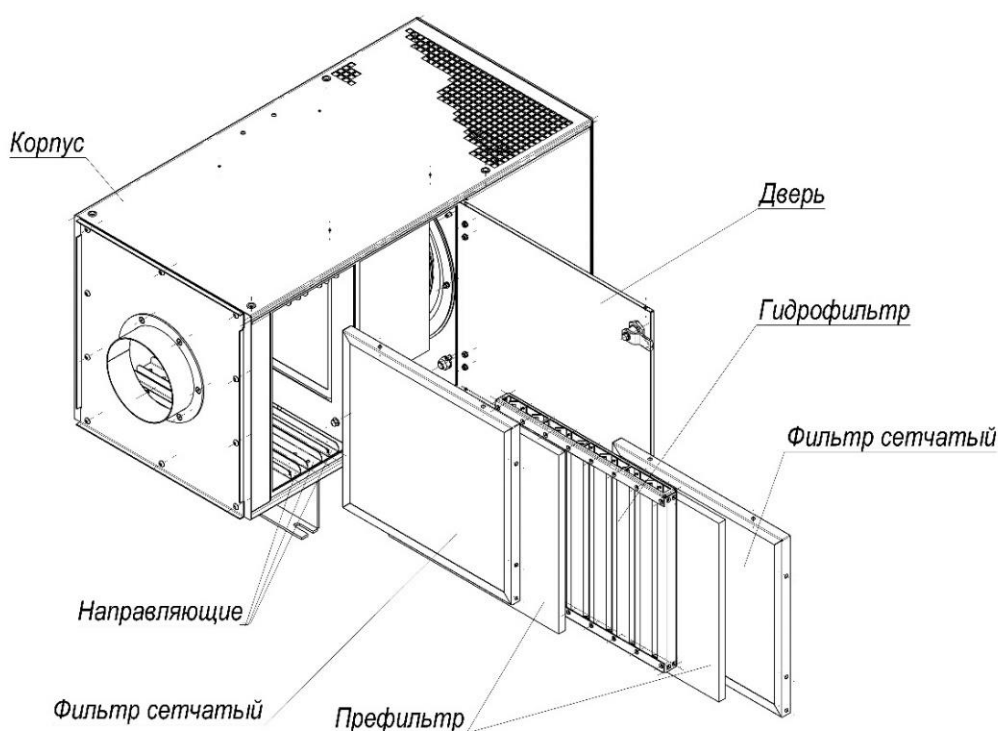

Рисунок 2
- 2) извлечь фильтр из направляющих (рисунок 2);